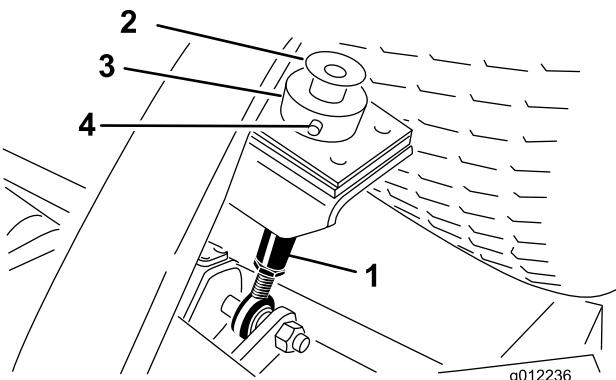

Figura 23
3. Rimuovete la coppia e il perno con testa che fissano il collare dell'altezza di taglio alla relativa asta sulla parte posteriore dell'apparato di taglio (Figura 23).
2. Rimuovete il bullone e la rondella montati sulla sommità di ogni asta dell'altezza di taglio (Figura 23).